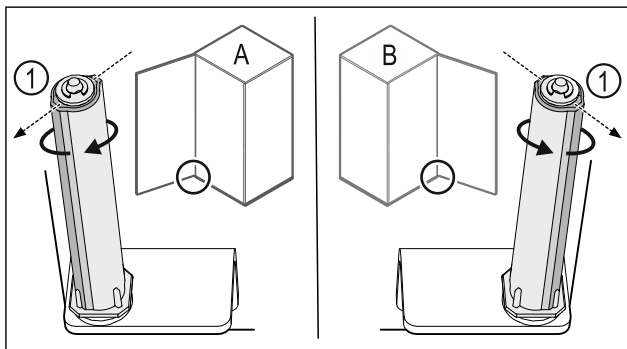

Fig. 26 Μεντεσέδες αριστερά (A) / Μεντεσέδες δεξιά (B)
- Περιστρέψτε το σύστημα κλεισίματος κόντρα στην αντίσταση, μέχρι ο κορμός του συστήματος κλεισίματος Fig. 26 (1) να είναι στραμμένος προς τα έξω.